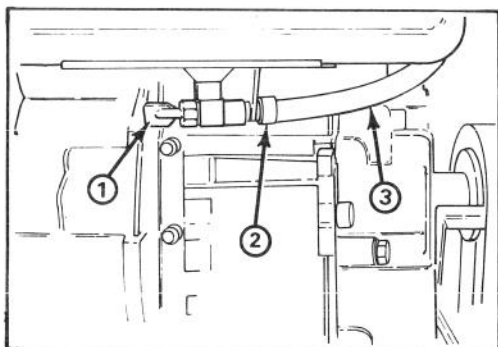

Abbildung 20
1. Den sich unter dem Motor befindenden Absperrhahn schließen (Abb. 20).
3. Die Schlauchklemmen lösen und die Kraftstoffleitung vom Hahn entfernen (Abb. 20).